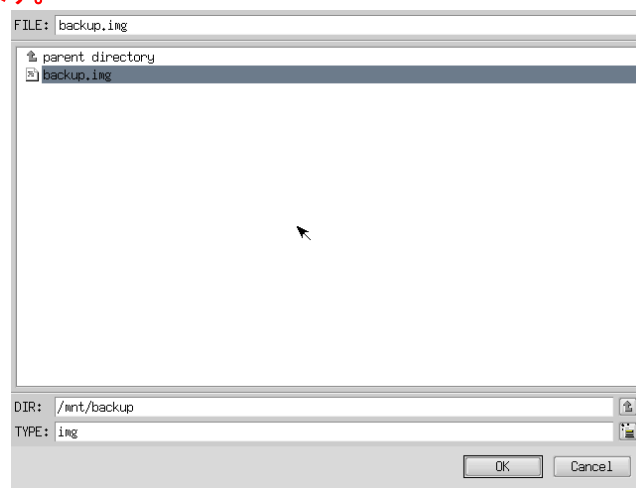

図 5-2-5. ファイル参照画面
- ⑨ ファイル参照画面（図 5-2-5）が表示されます。接続したストレージメディアは、/mnt にマウントされていますので、/mnt 以下から目的のファイルを探してください。[OK]を押すとファイル選択画面にもどります。
- ⑩ ファイル参照画面（図 5-2-5）で指定したバックアップファイルが入力されていることを確認します。[次へ]ボタンを押します。